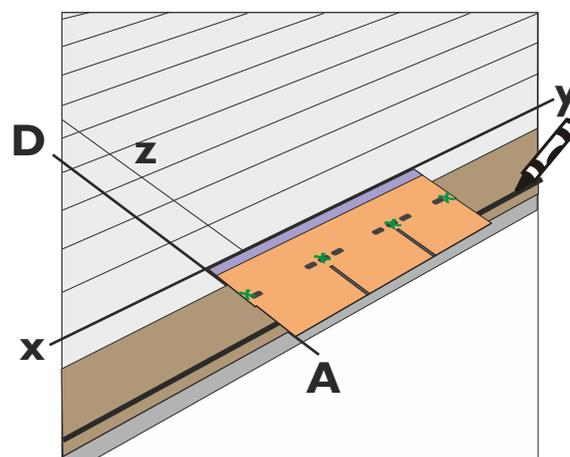

Fig. 3 - Posa della prima tegola Elite
- Applicare un cordolo di adesivo bituminoso Bitustik sulla Prima Fila (fig.3).